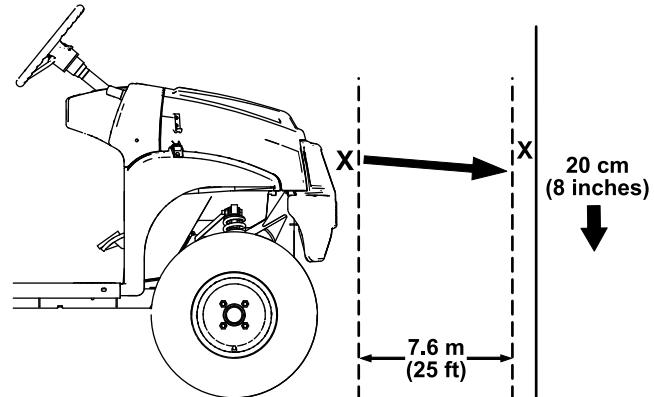

Figura 52
1. Aparque la máquina en una superficie nivelada con los faros a unos 7,6 m de una pared (Figura 52).
La parte más brillante del haz del faro debe estar a 20 cm por debajo de la señal hecha en la pared (Figura 52).